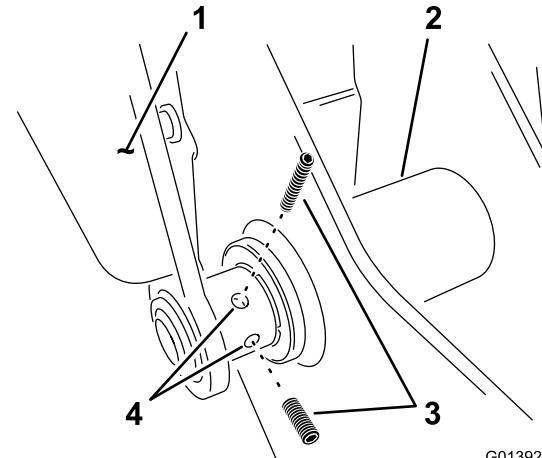

Figura 18
9. Instale 2 tornillos de fijación en el brazo izquierdo, en el punto de giro inferior (Figura 18).